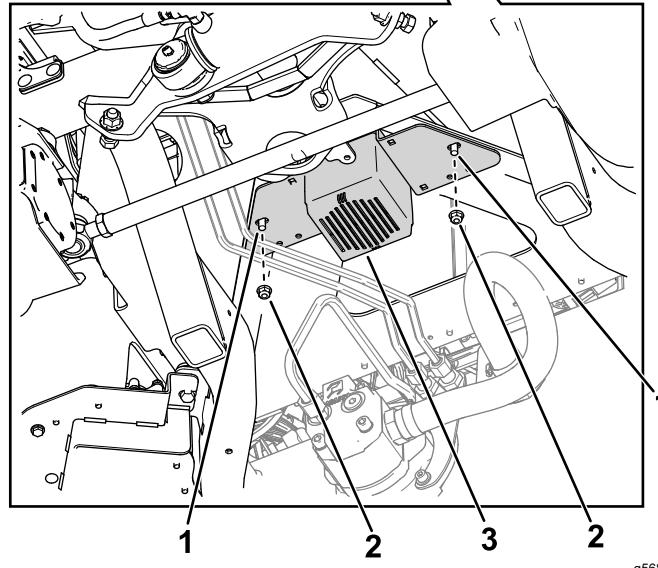

Bild 26
14. Verwenden Sie zwei Schlossschrauben (5/16" x 3/4") und zwei Bundmuttern (5/16") von der Haubenstützhalterung, um die Befestigungshalterung der Hupe am Rahmen der Zugmaschine zu befestigen (Bild 26).